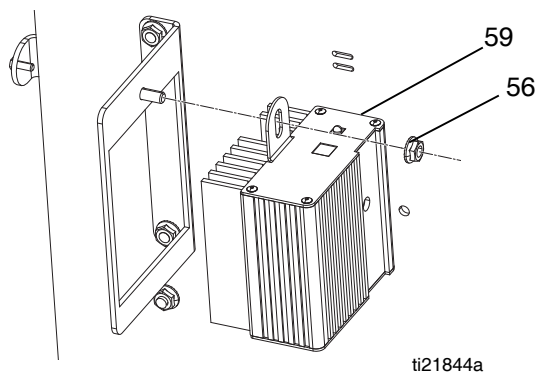

FIG. 13
3. Retire la cubierta del calentador (90) y la tapa del sistema electrónico (55). Vea la FIG. 13 en la página 46.
4. Afloje y retire las fijaciones de montaje de la ménsula del módulo de control de temperatura (56). Mueva el módulo de control hacia arriba y apártelo para acceder al termopar.
- a. Retire la cinta protectora de la punta del termopar (T).
- b. Aplique cinta de PTFE y sellante de roscas a las roscas macho y apriete el alojamiento del termopar (H) en el adaptador (305).
- c. Empuje el termopar (310) de forma que la punta (T) haga contacto con el elemento calentador (307).
- d. Sujetando el termopar (T) contra el elemento calentador, apriete a tope la tuerca del casquillo (N) y después dé 1/4 de vuelta más.
9. Pase los cables (S) por el carro y forme un haz como antes. Vuelva a conectar los cables a la tarjeta.
10. Vuelva a colocar la cubierta del calentador (90) y la tapa del sistema electrónico (55). Vea la FIG. 13 en la página 46.
11. Encienda simultáneamente los calentadores ISO y RES para probarlos. Las temperaturas deben subir a la misma velocidad. Si un calentador está bajo, afloje la tuerca del casquillo (N) y apriete el alojamiento del termopar (H) para asegurarse de que la punta del termopar (T) haga contacto con el elemento (307).